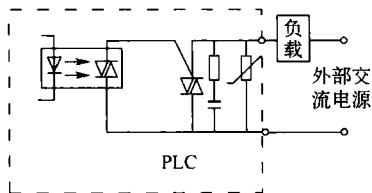

图 1-19 双向晶闸管输出
3) 双向晶闸管(可控硅)输出。如图 1-19 所示, 双向晶闸管输出采用光触发型双向晶闸管作为输出控制器件, 仅适用于交流负载。